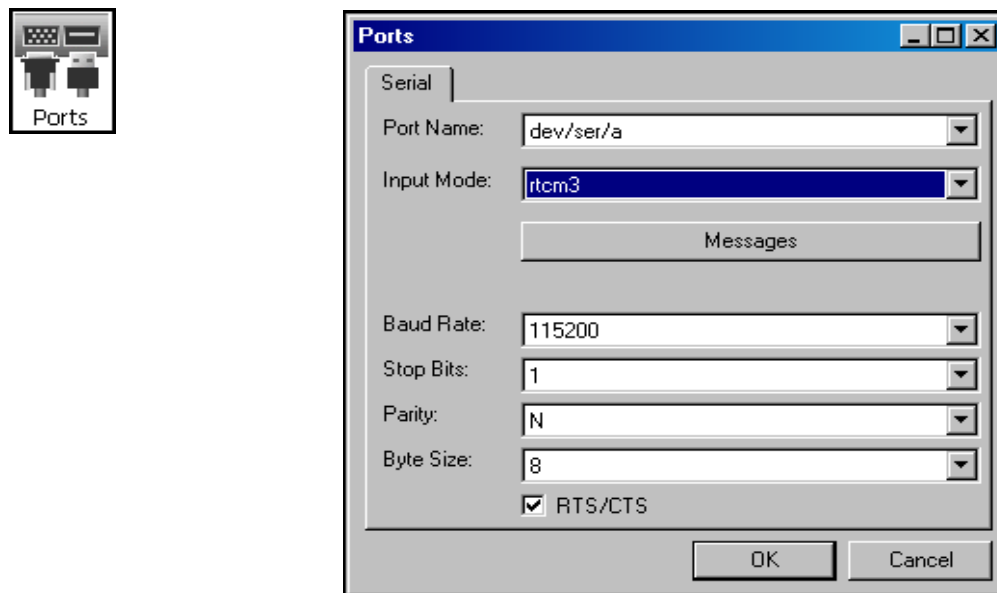

Рис. 3-17. Настройка портов
13. Для RTK съемки нажмите **Ports**, введите параметры COM порта, затем нажмите **ОК** (Рис. 3-17 на стр. 3-18).